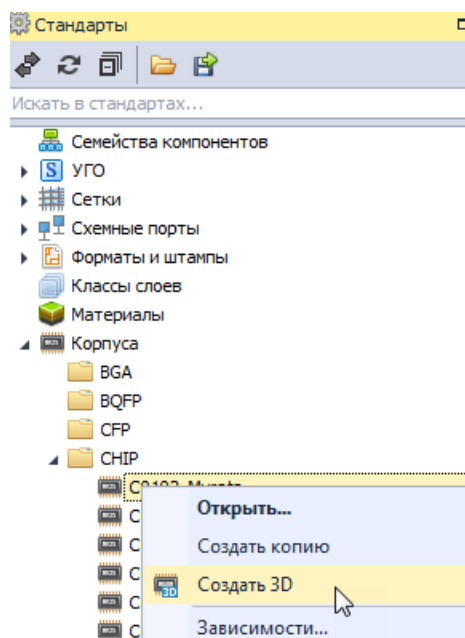

Рис. 89 Создание 3D модели корпуса
2. Вызовите контекстное меню и выберите пункт «Создать 3D», см. Рис. 89.